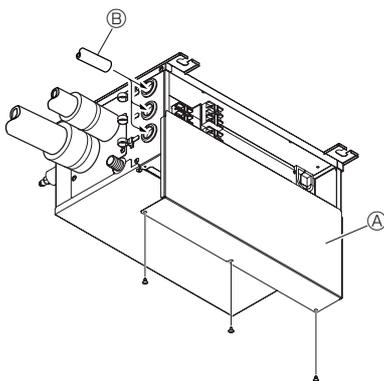

Fig. 9-4
9.1. Utilisation d'un conduit (Fig. 9-4)